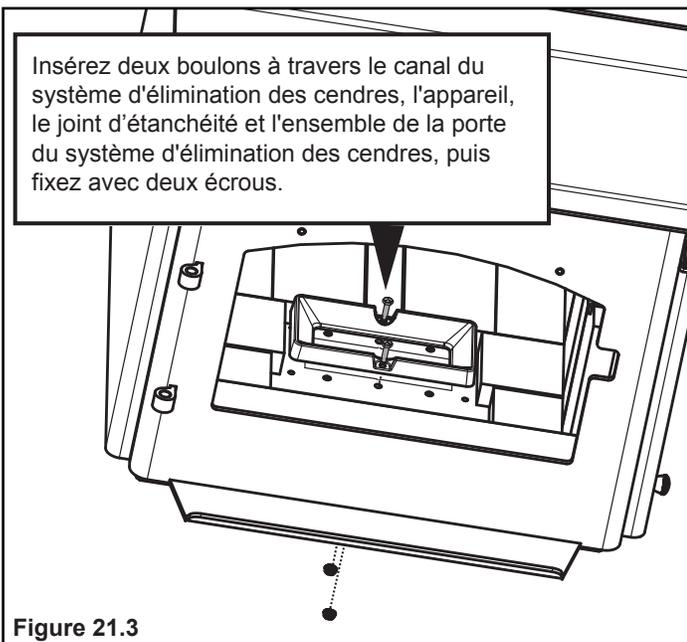

Figure 21.3
- À l'aide de deux boulon et deux écrous à embase, fixez la rainure de l'ARS avec la clé ouverte 3/8 et la clé à douille 7/16 (**Figure 21.3 on page 21**).
- À l'aide de 2 boulon et deux écrous à embase, fixez la rainure de l'ARS avec la clé ouverte 3/8 et la clé à douille 7/16 (**Figure 21.3 on page 21**).